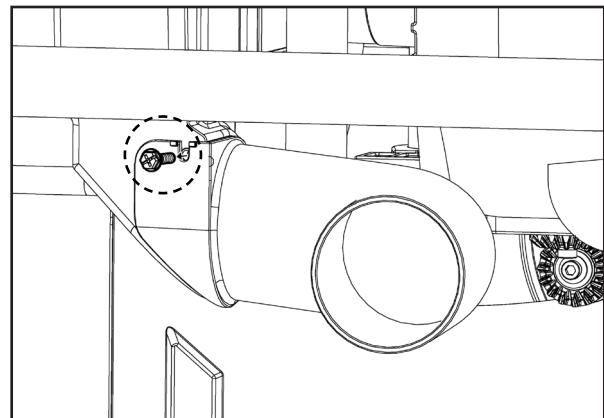

Figure 61
1. Retirez la vis hexagonale au dos du capteur de poussière à l'aide de la clé Allen (en forme de L) de 3/16 pouce  . Voir Figure 61.